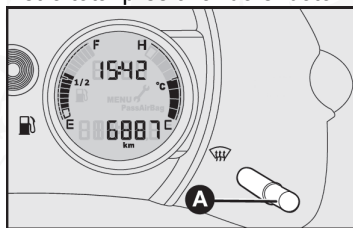

fig. 31
- 1) Seleccione el odómetro total presionando el botón A-fig. 31.